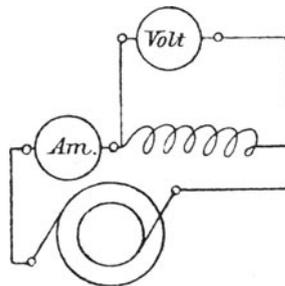

Fig. 104.
250. Zur Bestimmung des Selbstinduktionskoeffizienten wurde in den Stromkreis der Spule eingeschaltet ein Dynamometer Am. und parallel zur Spule ein Voltmeter (Fig. 104). Das erstere zeigte 200 [150] (260)^o Ausschlag an, das letztere 50 [48] (38) V. Die Tourenzahl der zweipoligen Wechselstrommaschine wurde zu 2800